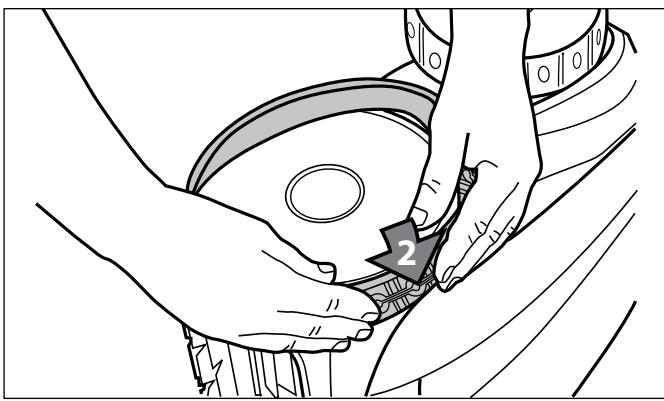

**Figure 36. Enlever le pneu usé**
2. Retirer le pneu usé (Figure 36).